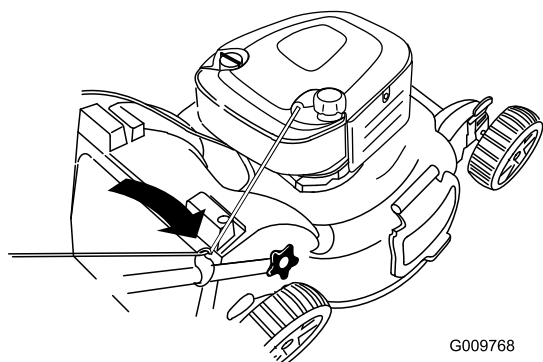

Figura 30
2. Avvolgete il cavo di avviamento attorno al guidacavo inferiore (Figura 30).